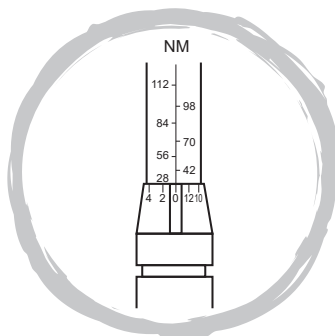

Fig. 1
- Rotiți mânerul striat până când una dintre gradațiile zero de pe margine este aliniată cu marcajul vertical de pe ax și este la nivel cu cea mai apropiată citire de sub setarea dorită (Fig. 1).